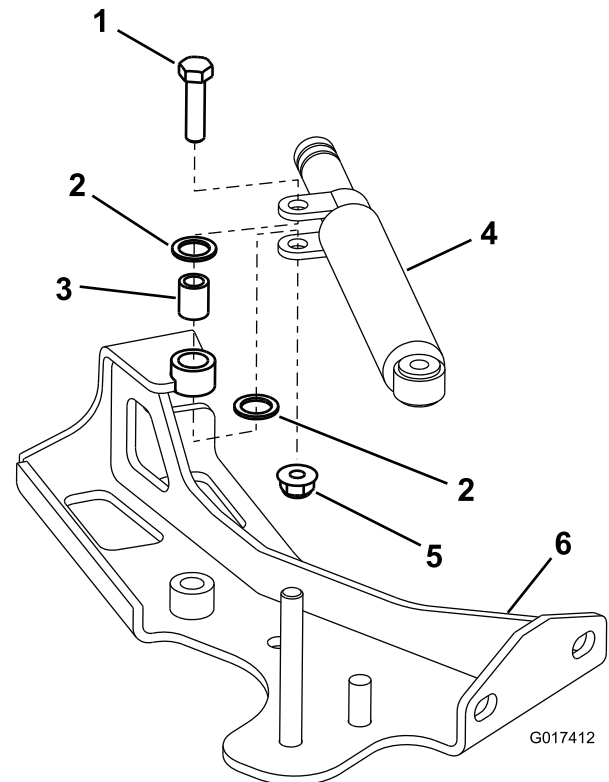
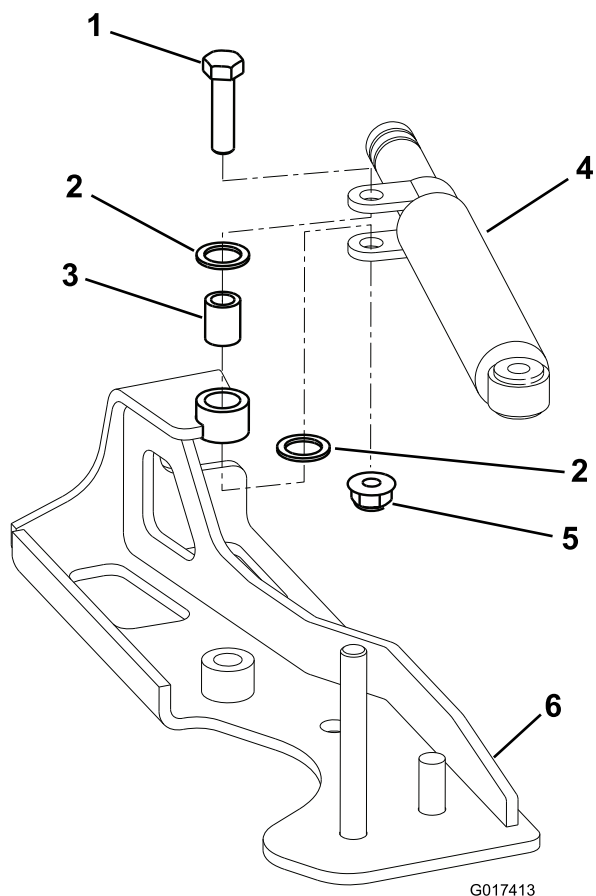

Figura 1
Figura 2
Nota: Aplique Never Seez (Toro artigo n.º 505-181) no casquilho da articulação (Figura 1 ou Figura 2).
2. Instalar o amortecedor na nova placa de suporte de cabo como se mostra em Figura 1 ou Figura 2.